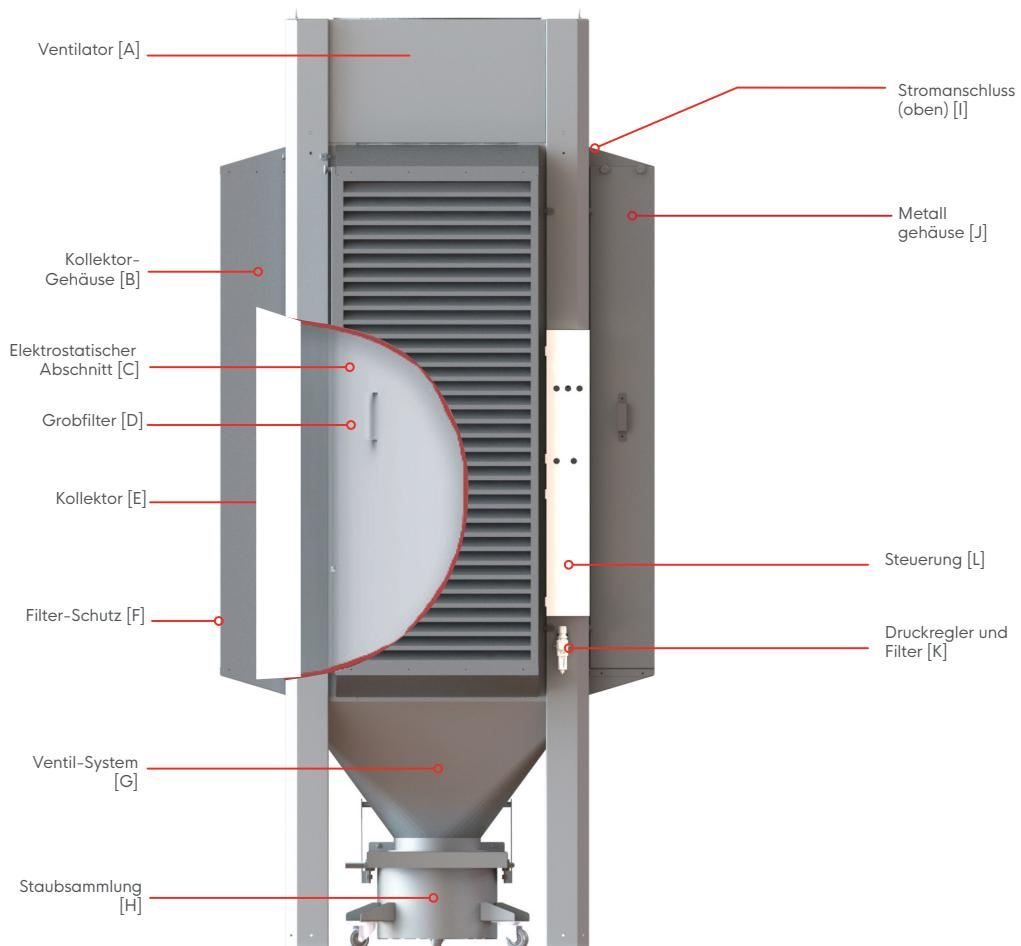

Abbildung 3.4: Hauptteile E-PURE ASPRA P10000-4C
6. Überprüfen Sie, ob der Druckregler Abbildung 3.4 [K] auf 6 bar eingestellt ist (nur P10000-4C).